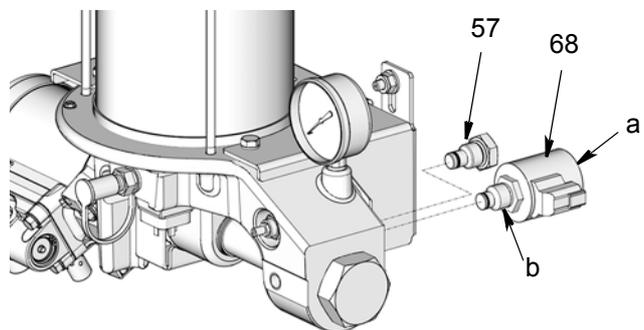

FIG. 5
3. Rimuovere il connettore (57) dalla base della pompa (2) (FIG. 5).
4. Installare la cartuccia della valvola (68) nella base della pompa (FIG. 5). Serrare il dado della bobina (a) con una coppia di 5,42-6,78 N•m (4-5 ft•lb). Serrare il dado della cartuccia (b) con una coppia di 21,69-27,12 N•m (16-20 ft•lb).